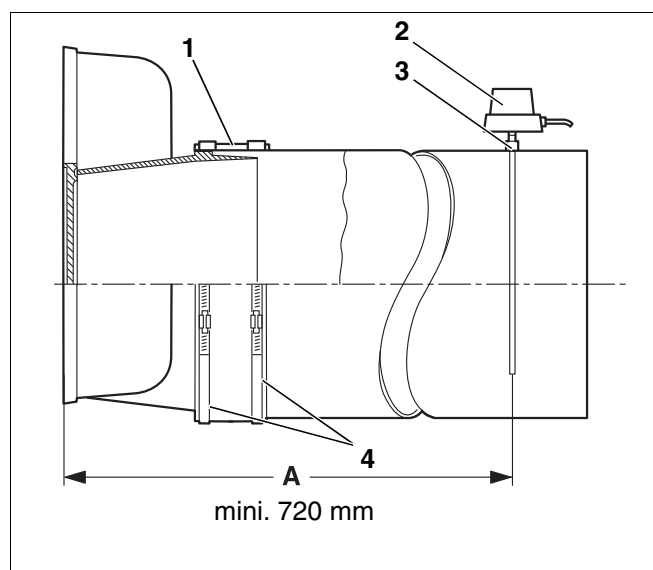

Fig. 29 Montage – tuyau d'évacuation des fumées
Il est recommandé d'utiliser une manchette d'étanchéité du tuyau des fumées (fig. 29, [1]).
- ▶ Poser les colliers de serrage à vis (fig. 29, [4]) sur la manchette d'étanchéité. Il faut placer l'un des colliers de serrage sur la buse du collecteur et l'autre sur le tuyau des fumées en appuyant.
- ▶ Souder le manchon (fig. 29, [3]) avec un écart de $2 \times$ le diamètre du tuyau des fumées (A) – mini. 720 mm – par rapport au collecteur des fumées dans le tuyau des fumées.
- ▶ Monter la sonde de température (fig. 29, [2]) selon la notice de montage séparée.